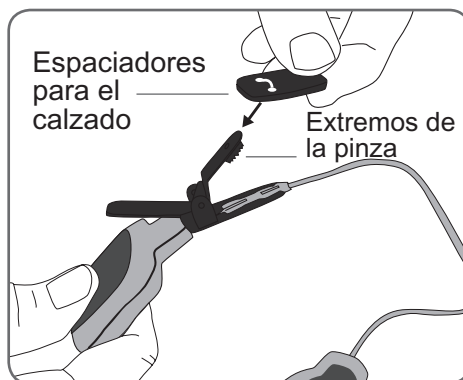

Figura 10: Cómo cubrir la pinza con un espaciador de calzado.
4. Si lo desea, cubra la pinza del transmisor con el espaciador de calzado. Vea la Figura 10. Si no la cubre, los extremos de la pinza pueden raspar el calzado.